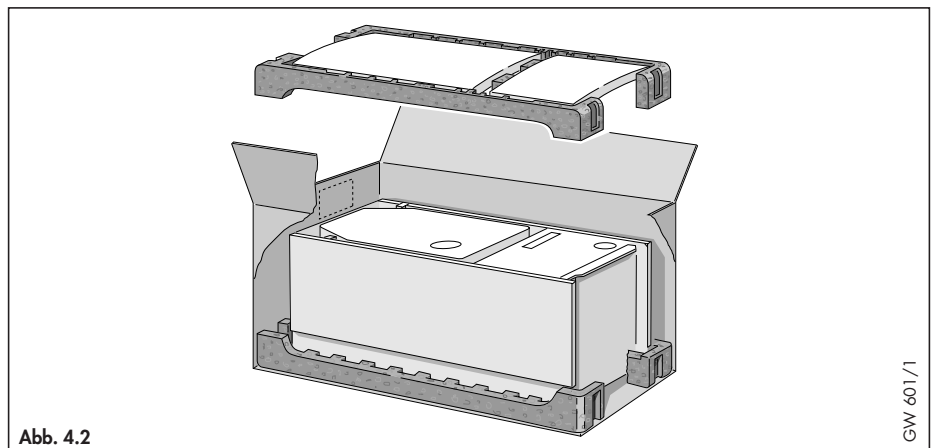

Abb. 4.2
4.2.2 Gerät auspacken (Abb. 4.2)